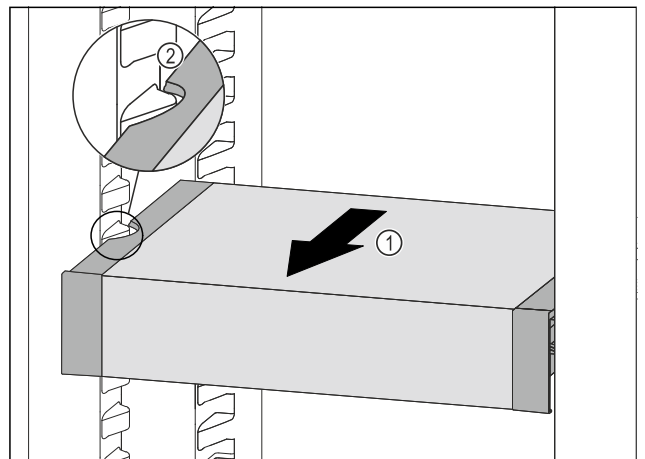

Fig. 185
- Tirare VarioSafe in avanti Fig. 185 (1) fino a quando le cavità laterali di VarioSafe non si trovano al livello della nervatura del contenitore nel vano frigorifero. Fig. 185 (2)